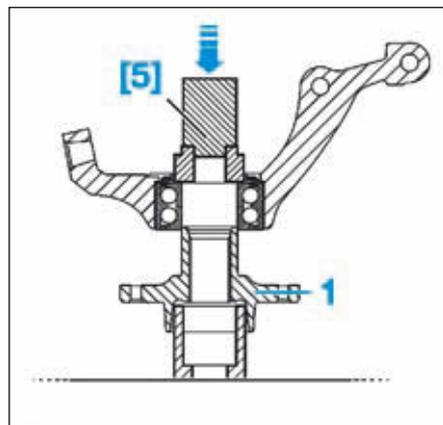

FIG.17
- [5]. Tube de 55 mm pour la repose du moyeu (**Fig.17**).
- le moyeu (1) à l'aide de l'outil [5] en prenant appui sur la bague intérieure (Fig.17),